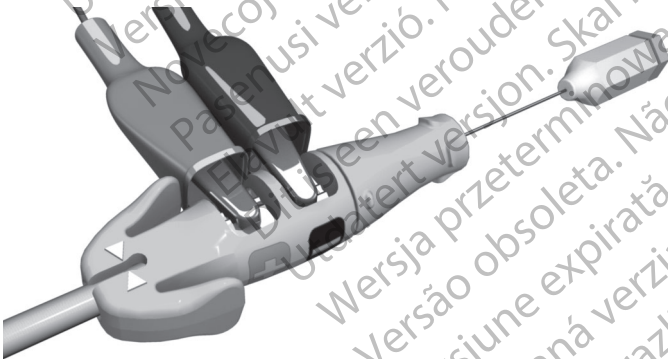

Abbildung 8. An der Messkappe befestigte PSA-Klemmen
- Verbinden Sie die Krokodilklemmen des PSA-Kabels mit den Federkontakten [Kathode (-), Anode (+)] der Messkappe. Durch die Verwendung der Messkappe wird der Anschlussstift vor einer Beschädigung durch die Krokodilklemmen geschützt und eine Überbrückung zwischen den Steckerkontakten vermieden. Befestigen Sie die Krokodilklemmen vollständig an den negativen und positiven Federkontakten, um ungenaue Elektrodenmessungen zu vermeiden (Abbildung 8). An der Messkappe befestigte PSA-Klemmen auf Seite 24).